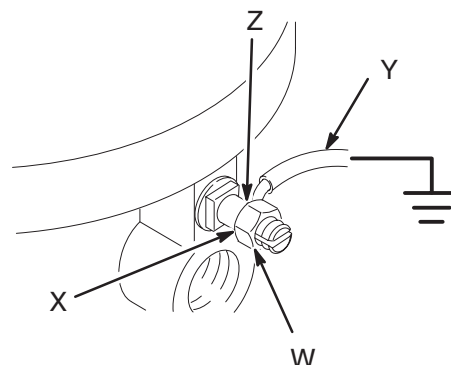

Fig. 1
- *Pompe*: utiliser un câble et une pince de mise à la terre. Voir Fig. 1. Desserrer l'écrou (W) et la rondelle (X) de la borne de mise à la terre. Introduire l'une des extrémités d'un câble de terre (Y) de 1,5 mm² minimum dans la fente de la borne (Z) et serrer l'écrou à fond. Raccorder l'autre extrémité du câble à une véritable prise de terre. Pour passer commande du câble et de la pince de mise à la terre, indiquer le numéro de référence 237569.